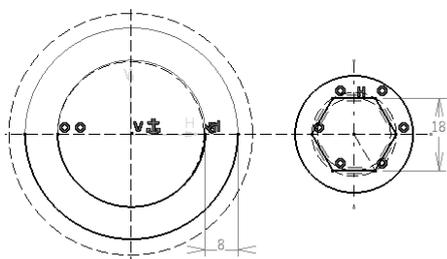

图 5-135
- 单击“偏置”按钮，以圆弧作为参考，创建偏置距离为 8 的新偏置曲线——圆弧，如图 5-135 所示。